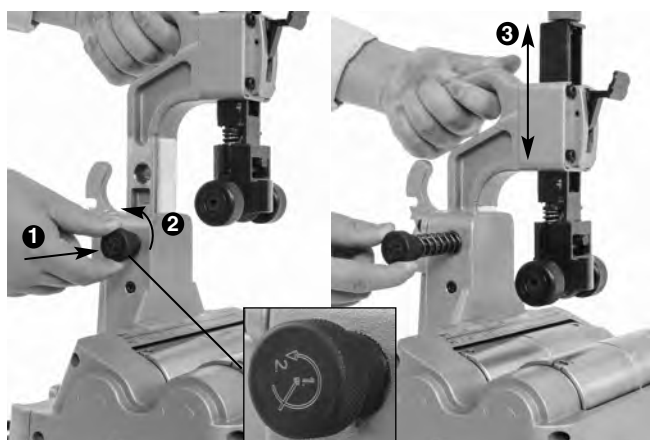

Figure 6 – Réglage rapide de diamètre
1. Tenez la poignée de l'appareil d'une main, puis délogez la broche en appuyant légèrement sur sa molette ❶ tout en la tournant légèrement à gauche ❷. Puisque la broche est sous ressort, il faudra la retenir (Figure 6).
2. Utilisez la poignée pour repositionner la tête de coupe à la position voulue ❸.